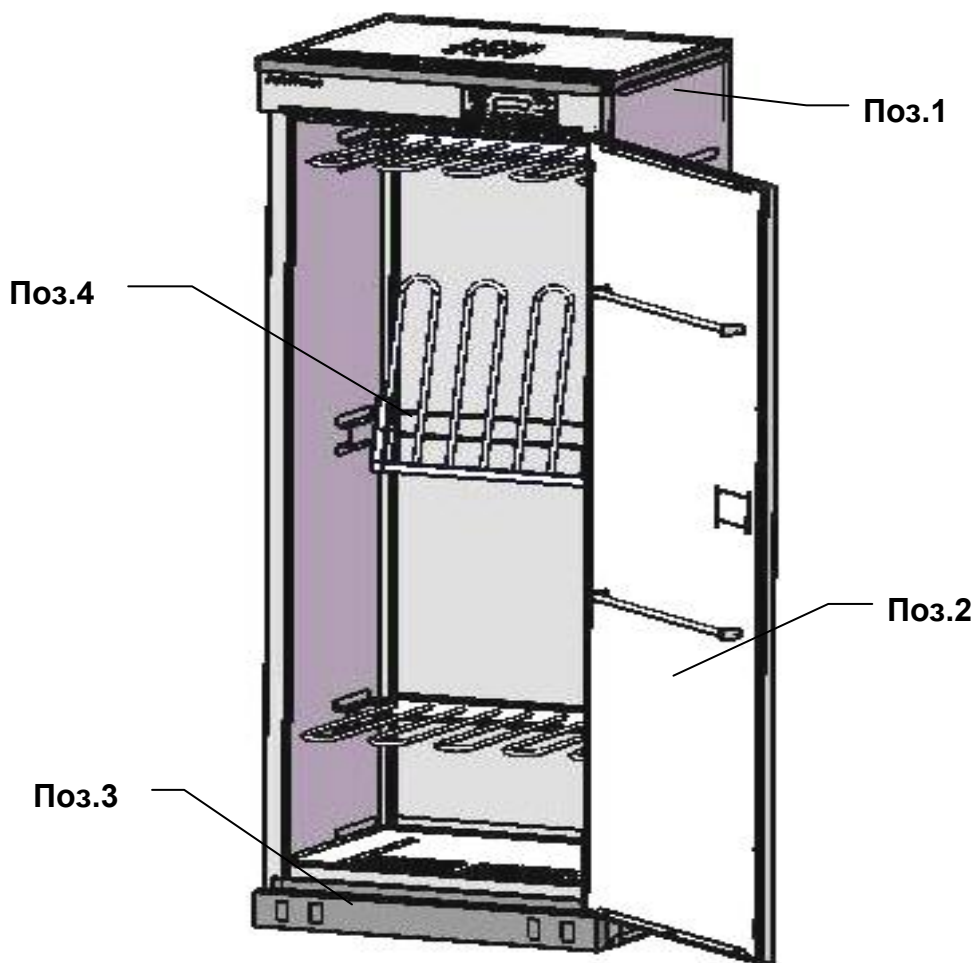

Рис. 1 Модуль сушки HOTSTORM
- 3.1. Шкаф сушильный HOTSTORM (рис.1) состоит из металлического корпуса (поз.1), двери (поз.2), с ручкой для открывания и магнитным уплотнением.